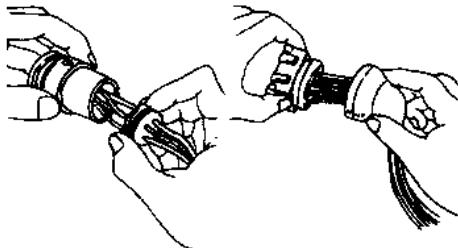

图 2-11 拔下防水橡胶套
- (1) 如果插接器为防水式，应小心地取下防水橡胶套（图 2-11）。